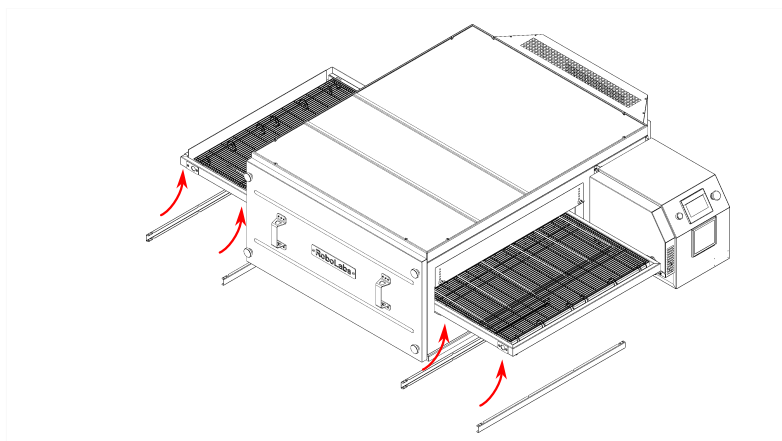

Рисунок 7
8. Закрепите направляющие снизу конвейера, см. Рис. 7. Крепёж находится в конвейере.